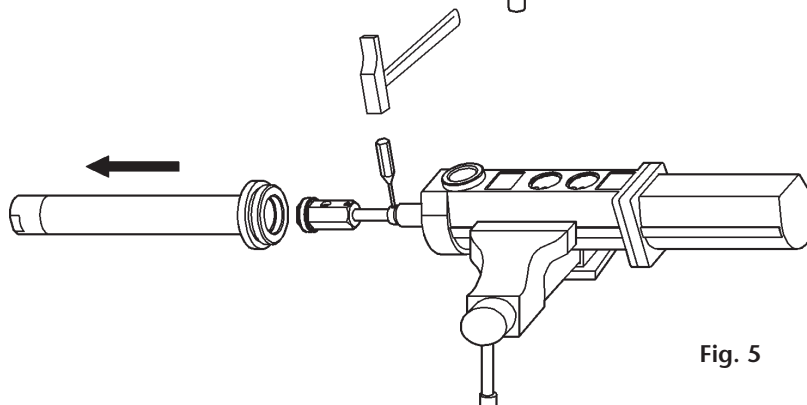

Fig. 5
4. Remove the pin (19) located in the upper part of the connecting rod (20) (fig. 5) and unscrew the rod from the air piston rod (8).
4. Extraer el pasador (19) situado en la parte superior del eje válvula impulsión (20) (Fig. 5) y desenroscar el eje del vástago (8).
4. Extraire la baguette (19) située au niveau de la partie supérieure de l'axe de la soupape d'impulsion (20) (voir Fig. 5) et desserrer l'axe du piston (8).
4. Den Stift (19) im unteren Teil der Verbindungsstange (20) entfernen (Bild 5) und von der Luftkolbenstange (8) lösen.